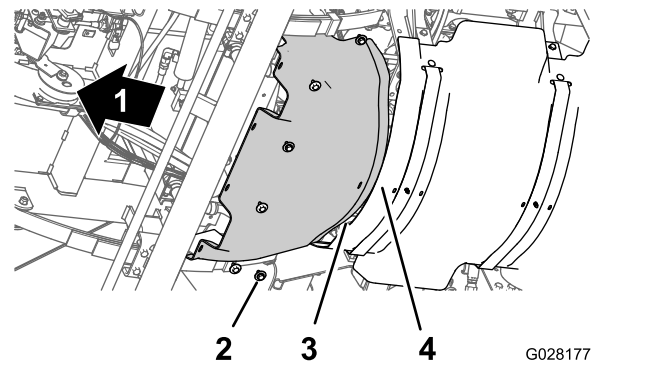

**Figura 57**
3. Retire os 6 parafusos de cabeça hexagonal e as 6 anilhas que fixam a proteção térmica dianteira ao chassis e retire a proteção (Figura 57).